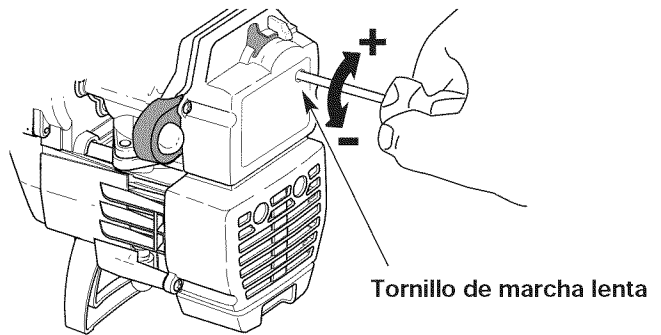

Fig. 18
La velocidad lenta del motor puede ser ajustada por la cubierta del silenciador / filtro de aire (Fig. 18).
2. Suelte el gatillo del regulador y deje que el motor funcione en marcha lenta. Si el motor se para, inserte un pequeño destornillador Phillips o de vástago plano en el orificio de la cubierta del silenciador / filtro de aire (Fig. 18). Gire el tornillo de marcha lenta en sentido horario, de a 1/8 de vuelta por vez (según sea necesario) hasta que el motor funcione en mínima.